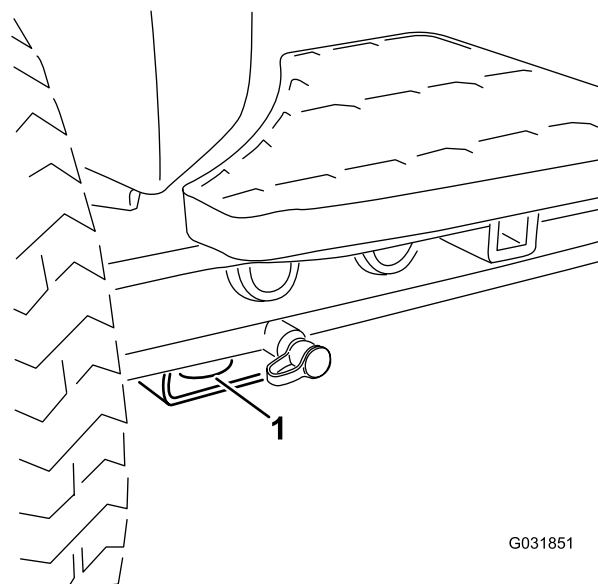

Figura 41
- Dianteira – o orifício na pastilha retangular, por baixo do tubo do eixo, dentro de cada pneu dianteiro (Figura 41).